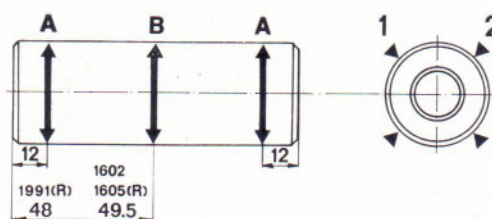

Bild 92
- Kolbenbolzen an drei verschiedenen Stellen vermessen (Bild 92).